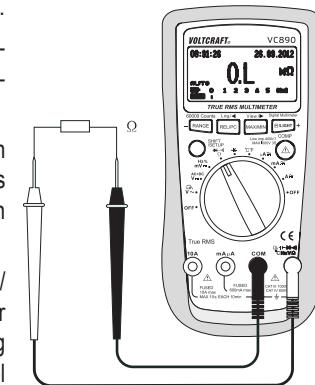

Abb. 5
2. Stecken Sie die rote Messleitung in die $^{\circ}\text{CHzV}\Omega$ -Messbuchse (7), die schwarze Messleitung in die COM-Messbuchse (8) (Abb. 5).